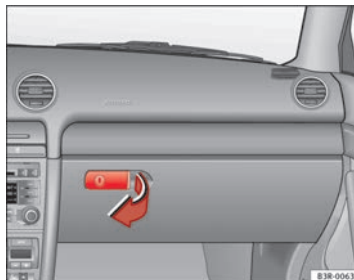

Abb. 126 Handschuhfach
- Ziehen Sie den Griff in der Klappe in Pfeilrichtung ⇒ Abb. 126 und schwenken Sie die Klappe nach unten.